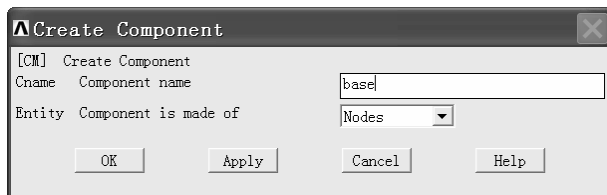

图 10-28 “Create Component” 窗口
(5) 依次选择 Utility Menu>Comp/Assembly>Create Component..., 弹出“Create Component”窗口(见图 10-28)。在“Component name”后的方框中输入“base”, 在“Entity Component is made of”后的方框中选择“Nodes”, 然后单击“OK”按钮。